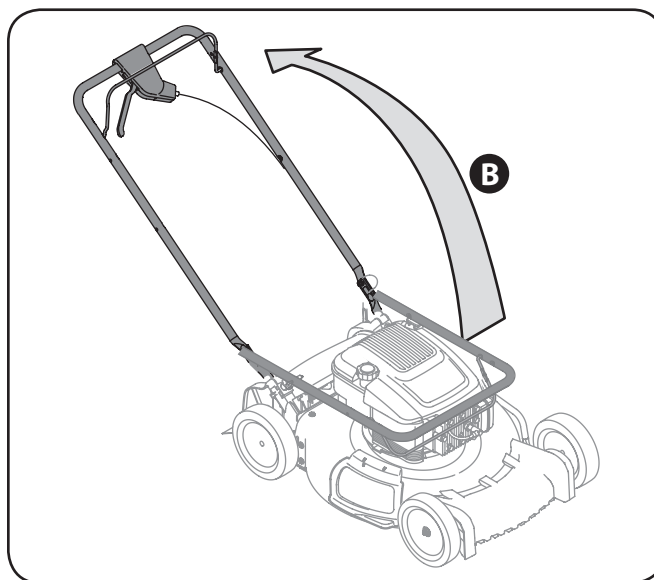

Figura 3-2
- b. Si bien la estabilización de cortacésped por lo que no se mueve, pivote esa superior como se muestra en Figura 3-2. No engarzado cable mientras levanta la palanca hacia arriba y asegurarse de que van en la parte exterior de la manija.